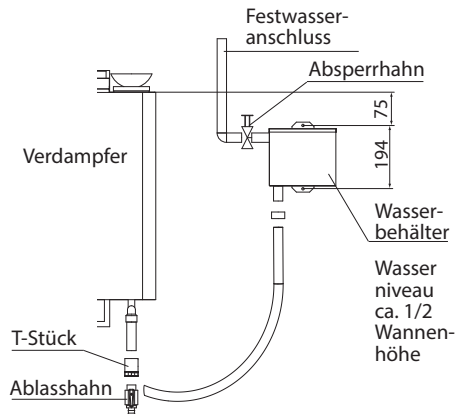

Abb. 6
- Bohren Sie die Befestigungslöcher \varnothing 3,4 mm gemäß Maßangaben in Abb. 6